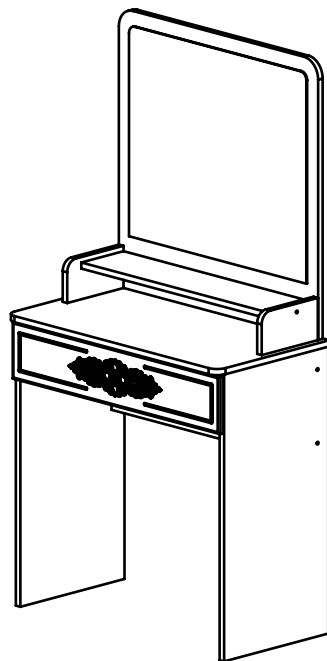

Рис.11
9. Установите заглушки конфирматов и минификсов. Установите ящик на направляющие стола (Рис. 11).